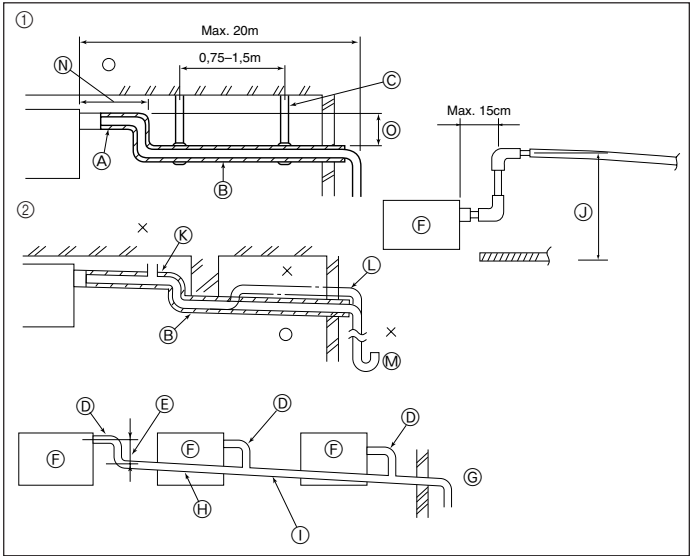

Fig. 3-4
3.3. Installazione della tubazione di drenaggio (Fig. 3-4)
- ① Tubazione corretta
② Tubazione non corretta
③ Materiale isolante (almeno 9 mm)
④ Inclinazione (almeno 1%)
⑤ Supporto in metallo
⑥ Spurgo dell'aria